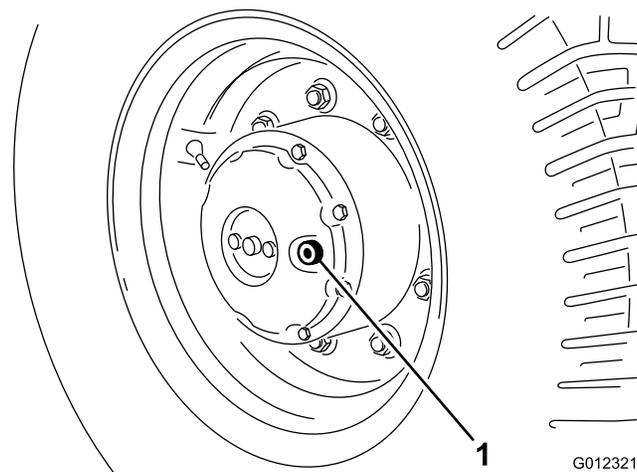

Figura 37
1. Aparque la máquina en una superficie nivelada con el orificio del tapón de verificación/drenaje (Figura 37) en la posición de las 3 o las 9.